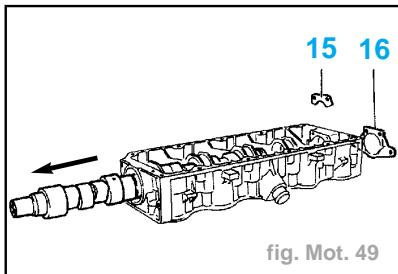

fig. Mot. 49
- la butée d'arbre à cames (15) (fig. Mot. 49),
- la pompe à vide ou la plaque de fermeture (16) (suivant équipement) (fig. Mot. 49),
- Reposer la butée d'arbre à cames (fig. Mot. 49).